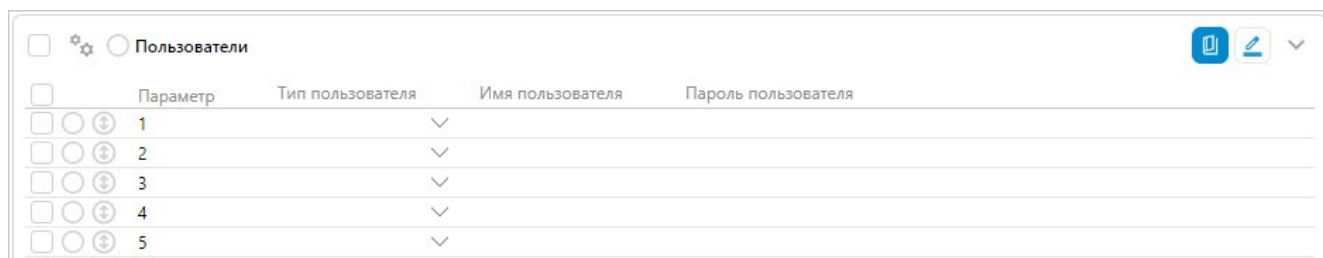

Рисунок 91 – Внешний вид страницы «Пользователи»
- страница «Пользователи» - предназначена для настройки учетных записей пользователей УСПД (Рисунок 91 – Внешний вид страницы «Пользователи»).